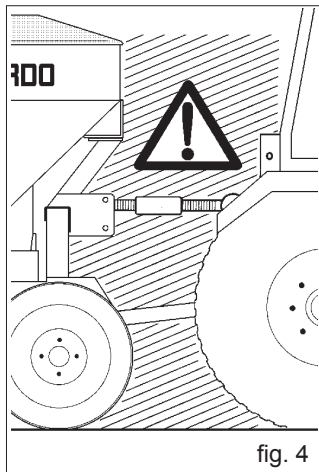

fig. 4
- 25) È assolutamente vietato interporre fra il trattore e l'attacco per manovrare il comando dall'esterno per il sollevamento (Fig. 4).
- 26) È assolutamente vietato interporre tra il trattore e l'attrezzatura (Fig. 4) con motore acceso e cardano inserito. È possibile interporre solo dopo aver azionato il freno di stazionamento ed aver inserito, sotto le ruote, un ceppo o un sasso di bloccaggio di adeguate dimensioni.